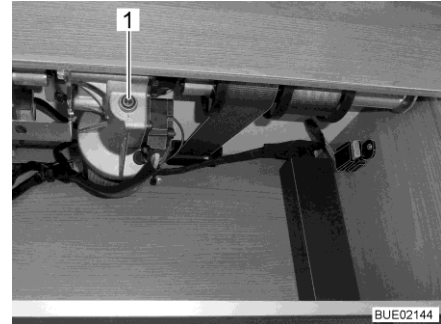

Fig. 150 Accesso all'azionamento
- Inserire nell'alloggiamento del motore (Fig. 150,1) la manovella a disposizione o una chiave esagonale.